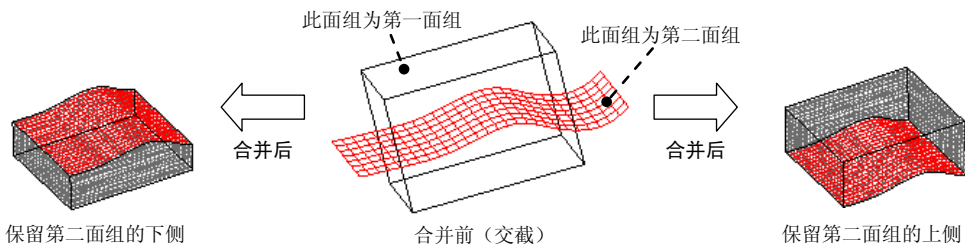

图 6.5.2 “相交”类型
- ☒ 相交 单选按钮: 即交截类型, 合并两个相交的面组。通过单击图 6.5.1 中的 C 按钮或 D 按钮, 可指定面组的相应的部分包括在合并特征中, 如图 6.5.2 所示。